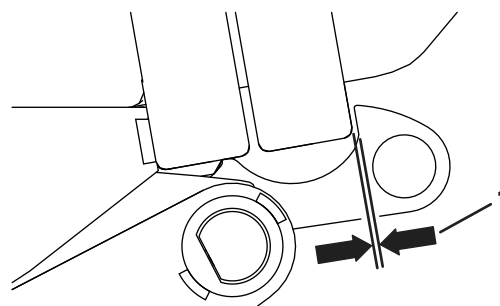

**Рисунок 4**
2. Установите соединитель стержня на крюк с помощью длинного болта, плоской шайбы, втулки, фланцевой гайки и контргайки (Рисунок 4).
3. Установите соединитель стержня на крюк с помощью короткого болта, плоской шайбы, втулки и контргайки (Рисунок 4).